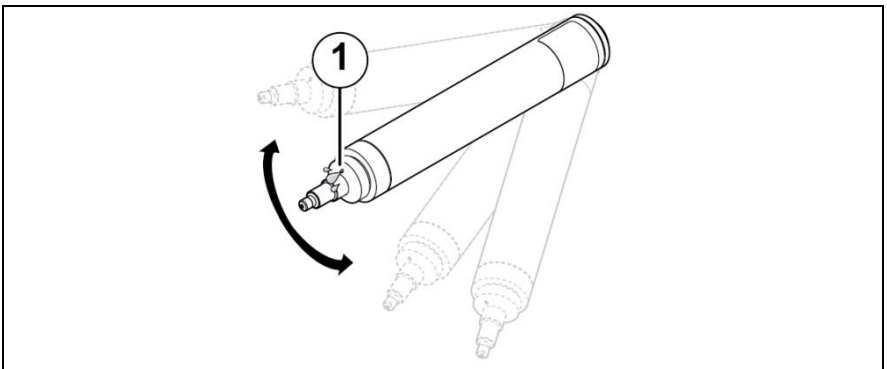

Abb. 12: *Sensorkörper trocken schütteln*
- ▶ Sensorkörper mehrfach trocken schütteln (siehe Abb. 12, S. 25).